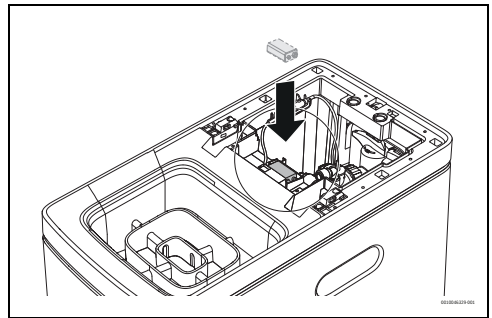

Bild 8
2. Gerätedeckel öffnen und 9-V-Batterie (6LR61) an das Ventil anschließen (→ Abb. 8).